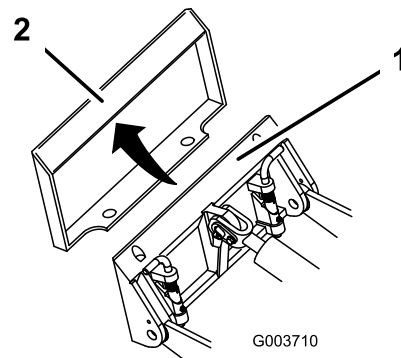

Bild 25
4. Positionieren Sie die Montageplatte am oberen Rand der Aufnahmeplatte am Anbaugerät (Bild 25).